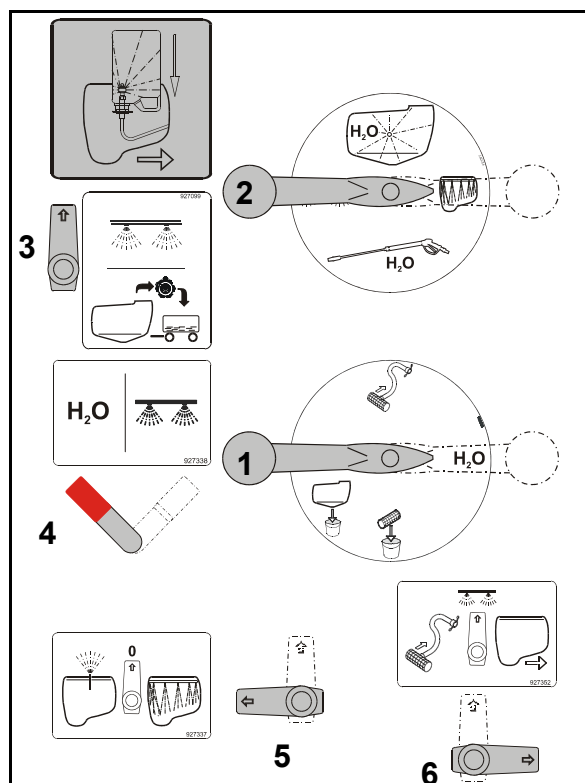

Bild 206
2. Placera VARIO-kran-sug (Bild 206/1) i position "**Utspädning**".
3. Placera VARIO-kran-tryck (Bild 206/2) i position "**Inspolningsbehållare**".
4. Placera omkopplingskranen Sprutning / Sprutvätskabelållaren snabbtömning (Bild 206/3) i position "**Sprutning**".
5. Placera omkopplingskranen Sprutning / Spolning (Bild 206/4) i position "**Spolning**".
7. Placera omkopplingskranen Ringledning / Dunkrengöring (Bild 206/5) i position "**Dunkrengöring**".
9. Placera omkopplingskranen Sprutning / Sug från inspolningsbehållare / Suganslutning för behållarfyllning (Bild 206/6) i position "**Sug från inspolningsbehållare**", tills innehållet i inspolningsbehållaren är fullständigt inspolat.